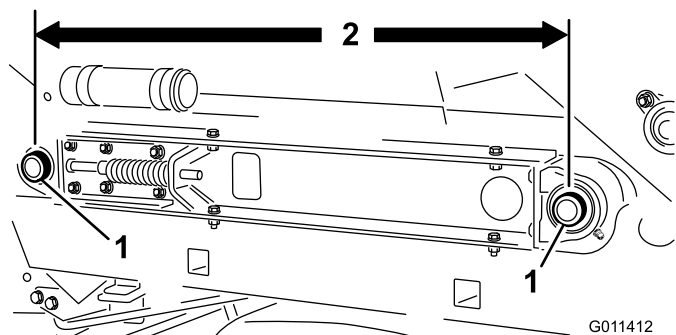

Figura 27
3. Verificate che la distanza dal centro degli alberi dei rulli del nastro trasportatore (Figura 27) sia equivalente su ogni lato della macchina (approssimativamente 89,5 cm).